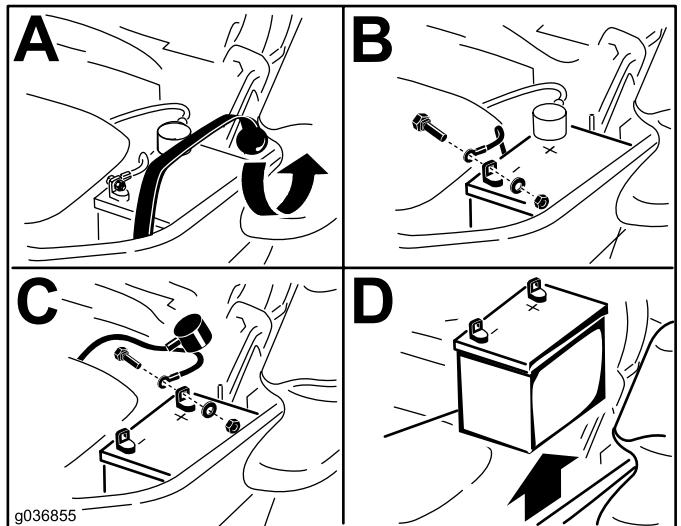

Bild 51
3. Nehmen Sie die Batterie heraus, wie in Bild 51 abgebildet.
1. Legen Sie die Batterie so in das Fach, dass die Anschlussklemmen auf der anderen Seite des Hydraulikbehälters sind (Bild 51).
4. Befestigen Sie die Kabel mit zwei Schrauben, 2 Scheiben und 2 Sicherungsmuttern (Bild 51).
6. Befestigen Sie die Batterie mit dem Gummiriemen (Bild 51).